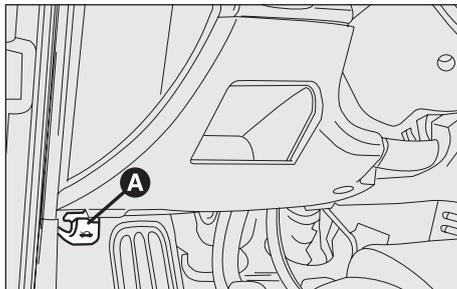

Abb. 160
– den Öffnungshebel (**A, Abb. 160**) bis zum hörbaren Ausrasten ziehen.